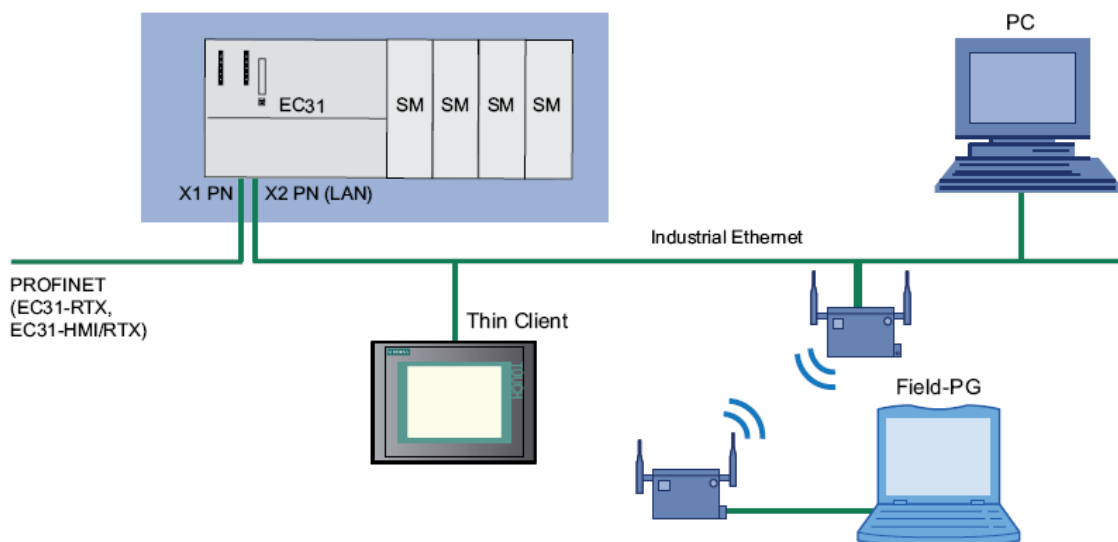

图13 通过RDP远程访问方式操作EC31-RTX
2. 使用RDP（Remote Desktop Protocol微软的远程桌面协议）通过EC31-RTX集成的以太网接口X2来实现远程登录和远程桌面，如图13。